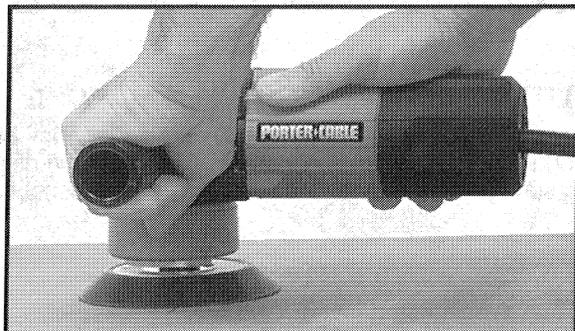

Fig. 5
3. Mettez la ponceuse en contact avec l'ouvrage (voir Fig. 5), avec le disque abrasif reposant À PLAT sur l'ouvrage.